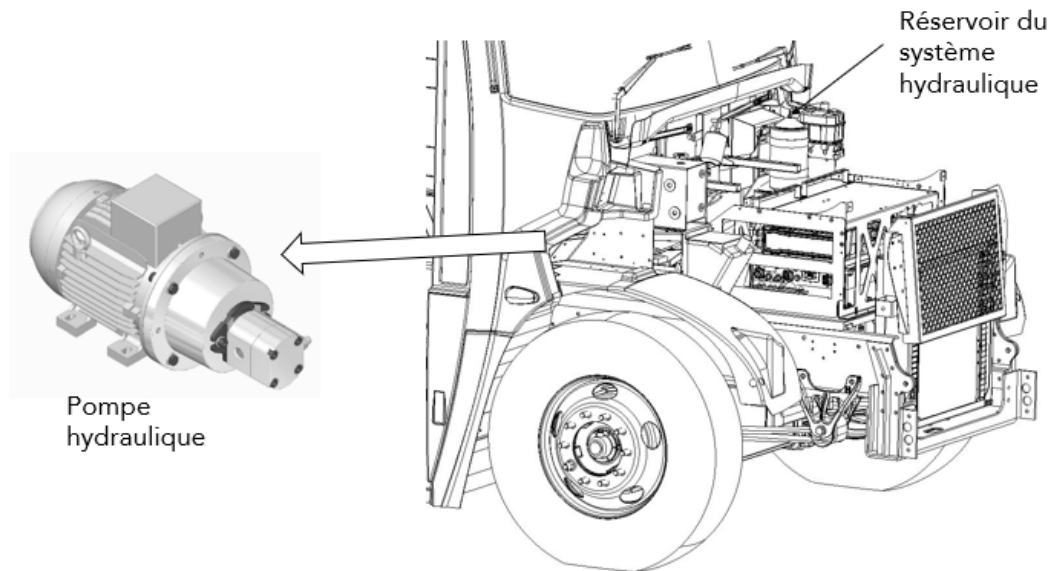

Figure 2 - Emplacement du réservoir du système hydraulique et de la pompe
2. Vérifiez la quantité de liquide dans le réservoir de liquide du système hydraulique. Si le niveau est bas, ajoutez du liquide hydraulique ATF-F (Figure 2).